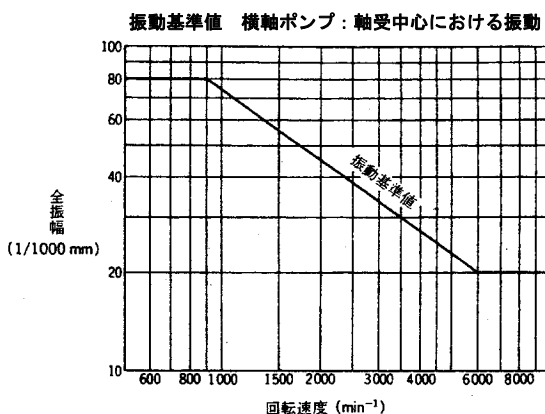

図 12
- (2) 軸封はメカニカルシールタイプのため、正常ならば、水漏れは極少で、にじむ程度です。運転開始時、少々水漏れが認められる場合でも、その状態で運転をしばらく維持させると水漏れが減ります。それでも漏れが止まらない場合は、運転を停止して点検してください。メカニカルシールの点検時はプロテクタを取り外してください。点検終了時は元のようにプロテクタを取り付けてください。
- (3) ポンプが正常で据付、配管工事が正しく施工されている場合の振動の基準値を図12に示します。振動が大きい場合は配管の無理などが原因ですので点検してください。特に防振対策を必要とされる場合、当社ではエバラ防振架台、エバラフレックス（たわみ管継手）、エバラパイプサイレンサ（圧力脈動吸収装置）を用意しておりますのでご用命ください。